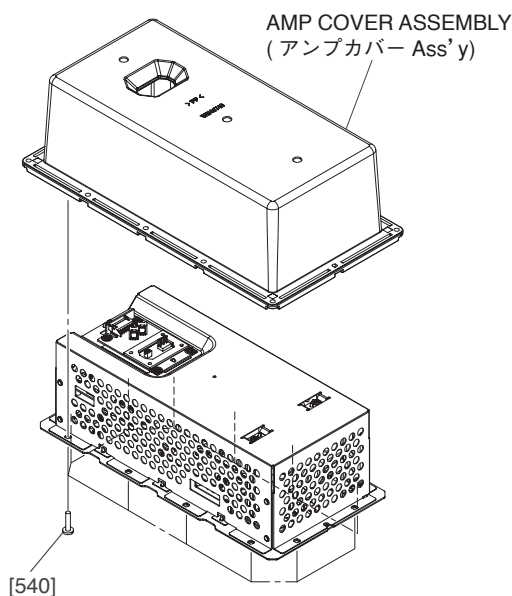

Fig. B-1 (図B-1)
- B-1-1 Remove the twelve (12) screws marked [540]. The amp cover assembly can then be removed. (Fig. B-1)
- B-1-1 [540] のネジ 12 本を外して、アンプカバー Ass'y を外します。(図 B-1)